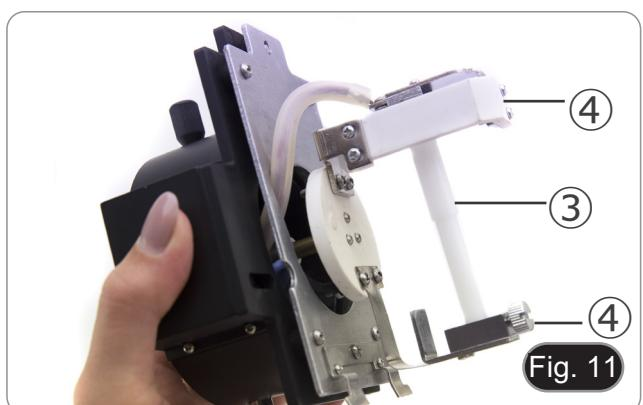

Fig. 11
2. Rimuovere il blocco in plastica ② dal corpo lampada (o la lampada esausta in caso di sostituzione) allentando le due viti di bloccaggio ③. (Fig. 11)